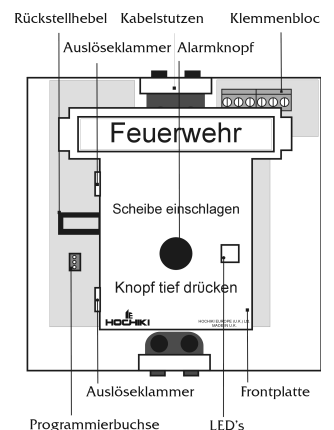

Abb. 2 – Tür offen
- Der Alarmknopf wird niedergedrückt sein. Eine Rückstellung ist dadurch möglich, dass der Rückstellhebel (Abb. 2 oben) nach links gezogen wird, bis der Alarmknopf hochspringt.